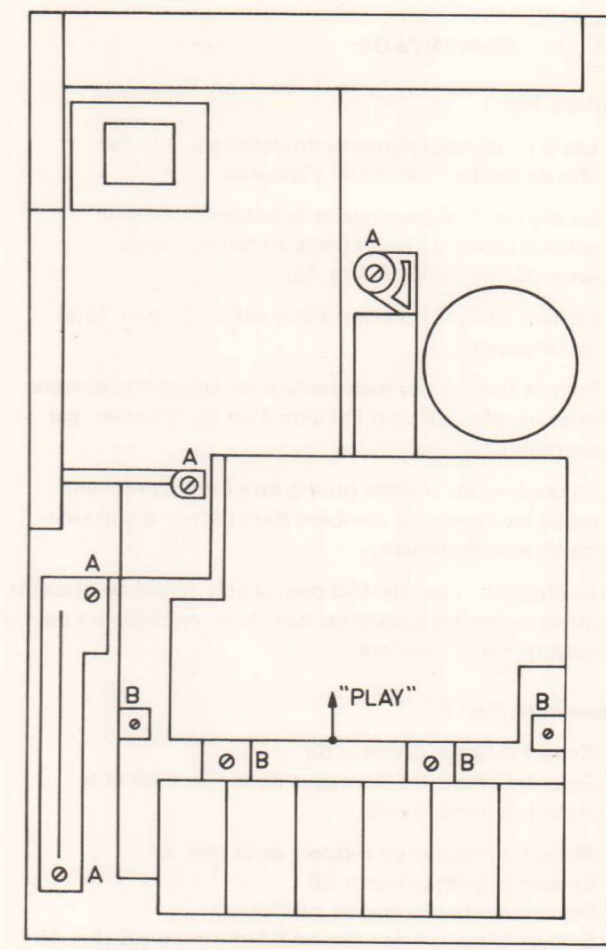

Fig. 1 16823B12
Gehäuse, Abb. 1
- Nachdem die Schrauben A (Fig. 1) entfernt worden sind, kann die Printplatte, das Mechanismus und der Lautstärkereger aus dem Gehäuse entnommen werden.
Zugfeder 54 und die vier Schrauben B (Fig. 1) entfernen.